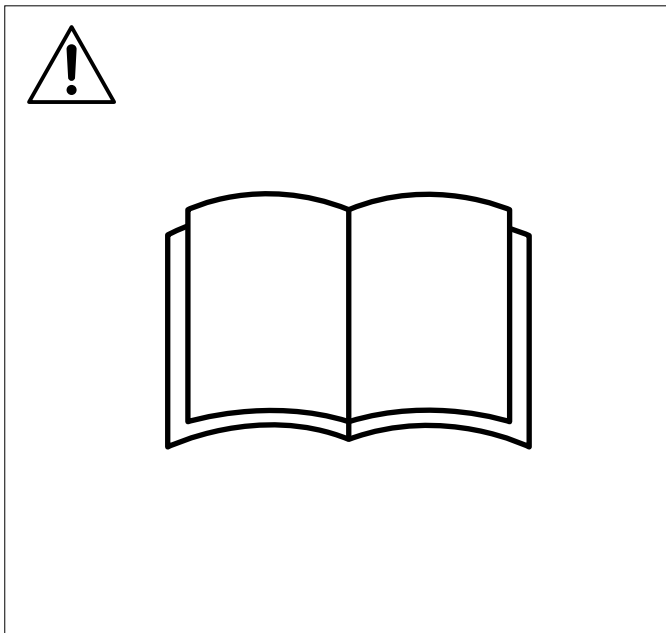

Fig.1
- b** Lea detenidamente el manual de usuario y asegúrese de que entienda las instrucciones antes de usar la máquina (Fig. 1).
руководство по эксплуатации и убедитесь, что понимаете приведенные здесь инструкции (Fig. 1).
- b** Prima dell'uso, leggere per intero il manuale dell'operatore e accertarsi di aver compreso le istruzioni (Fig. 1).